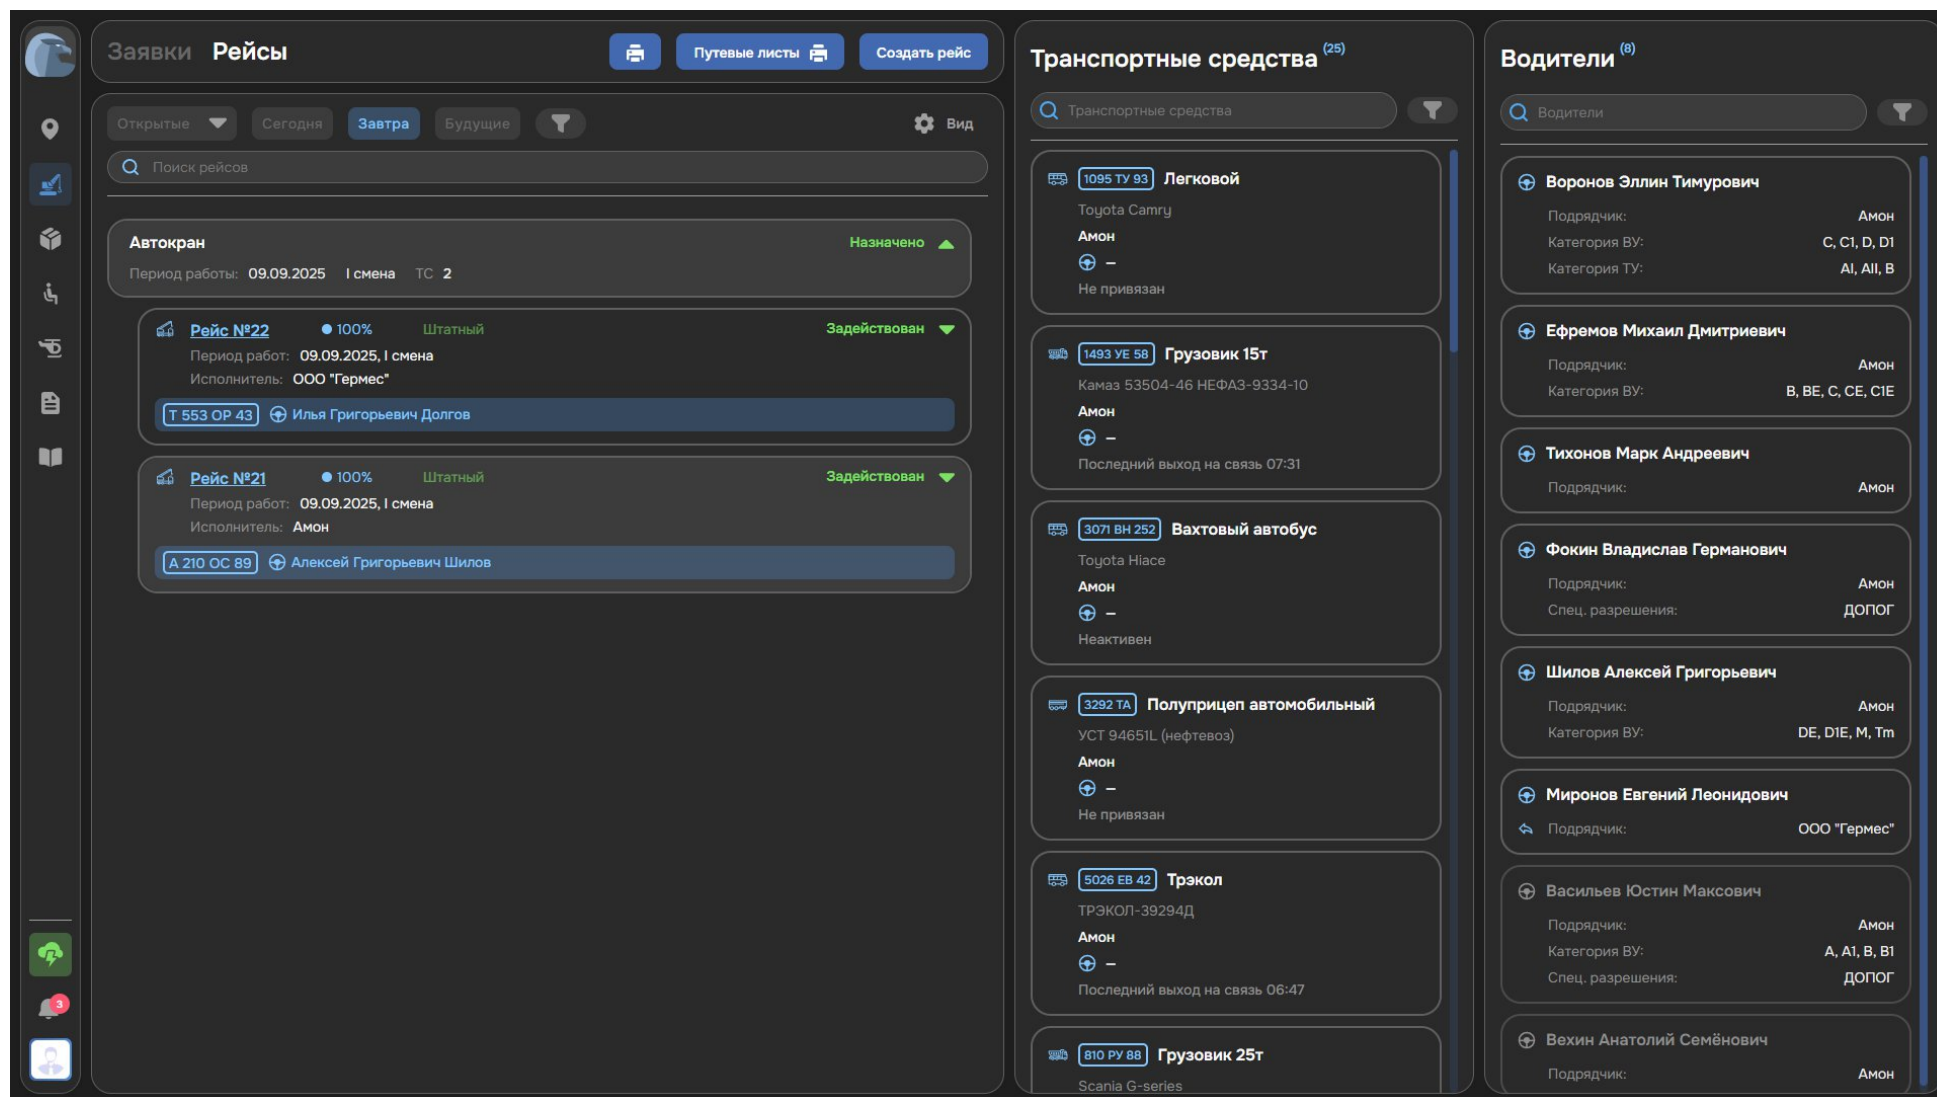

Рисунок 62. Вкладка «Рейсы» раздела «Спецтехника»
2. Перейдите во вкладку «Рейсы» (см. Рисунок 62).
3. Откройте нужный Рейс для просмотра информации о нем (см. Рисунок 62).